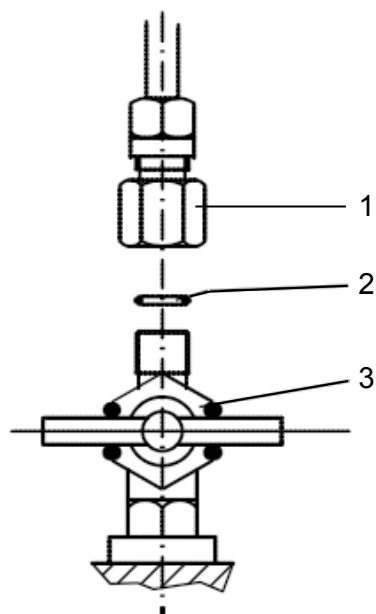
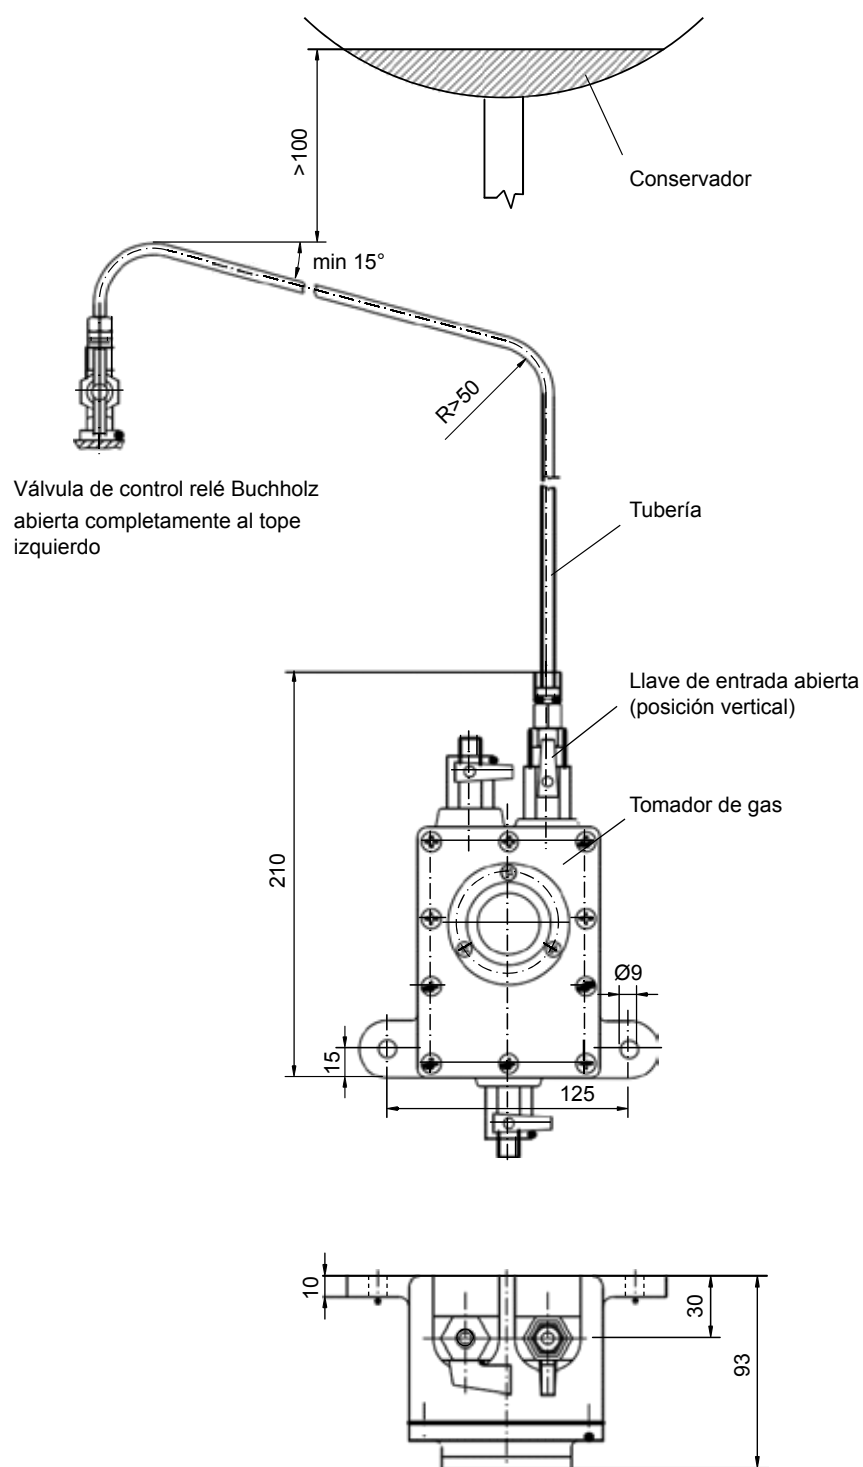

Figura 1 - Empalme de la válvula de control
Figura 3 - Tomador de gas en estado instalado
El principio de funcionamiento del tomador de gas es el siguiente: El gas acumulado en el relé Buchholz es presionado hacia abajo por el aceite que se encuentra en el conservador, haciéndolo pasar por una tubería para llegar al tomador. Por eso es importante para la capacidad de funcionamiento del aparato que el nivel del aceite dentro del conservador se encuentre al menos 100 mm sobre el punto más alto de la tubería (Figura 3). Primero se llena totalmente el tomador con aceite accionando las llaves del tomador conforme a lo descrito en estas instrucciones (véase Puntos 6-8). Después que reacciona el sistema de conmutación superior del relé Buchholz, el gas del relé deberá transportarse hacia el tomador de gas siguiendo las instrucciones (Punto 7) y el relé deberá llenarse de nuevo completamente con aceite. Mediante la llave de salida de gas puede analizarse el gas del relé con ayuda de un comprobador de gas o tomarse una prueba de gas con ayuda de un cartucho tomapruebas o aparatos similares para un análisis en el laboratorio. La toma de la prueba o el análisis del gas se realizan en la forma ya conocida, atornillando los respectivos aparatos en la llave de salida del gas (forma de proceder análoga al caso de la válvula de control del relé Buchholz).
## 5. Montaje (Figura 1, Figura 3)
Atornille el racor para enroscar (**Figura 1/1**) suministrado en la válvula de control (**Figura 1/3**) del relé Buchholz utilizando la junta adjunta (**Figura 1/2**). Desenrolle la tubería y una uno de sus extremos finales con el relé Buchholz con ayuda del racor con casquillo de filo cortante.
- Abra la válvula de control del relé Buchholz (giro en el sentido contrario a las agujas del reloj) y manténgala permanentemente abierta (**véase Figura 3**).
- El tomador de gas queda con ello completamente lleno con aceite y listo para el servicio (**véase Figura 3**).